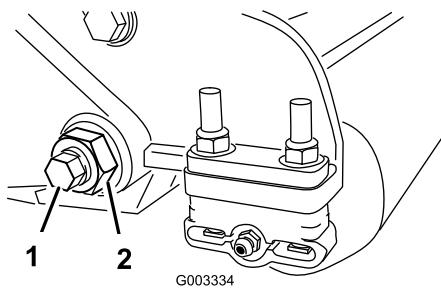
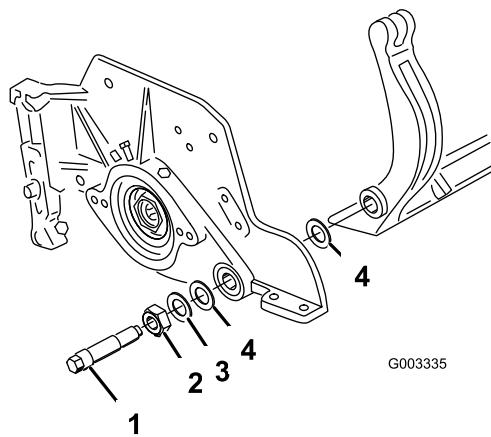

Figure 26
Figure 27
- De chaque côté de la machine, desserrez le contre-écrou de fixation du boulon de la barre d'appui (Figure 26).
- Retirez les boulons de la barre d'appui de façon à pouvoir abaisser la barre et la déposer de la machine (Figure 26). Mettez de côté les 2 rondelles en nylon et la rondelle en acier estampé situées de chaque côté de la barre d'appui (Figure 27).
- Fixez la barre d'appui sur chaque plaque latérale avec les boulons (munis d'écrous) et 6 rondelles. Une rondelle en nylon doit être placée de chaque côté du bossage de la plaque latérale. Placez une rondelle en acier à l'extérieur de chaque rondelle en nylon (Figure 27). Serrez les boulons de la barre d'appui à 37–45 Nm. Serrez les contre-écrous jusqu'à ce que les rondelles en acier extérieures cessent de tourner et qu'il n'y ait plus de jeu axial ; toutefois, ne serrez pas excessivement et ne fléchissez pas les plaques latérales. Les rondelles peuvent présenter un espace à l'intérieur.